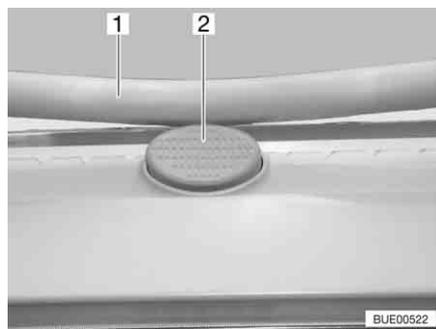

Fig. 80 Bottone di sicurezza sull'oblò Heki
- Premere il bottone di sicurezza (Fig. 80,2) e tirare verso il basso la staffa (Fig. 80,1) con entrambe le mani.
- Premere la staffa verso l'alto con ambedue le mani, finché la staffa non poggia al di sopra del bottone di sicurezza (Fig. 80,2).